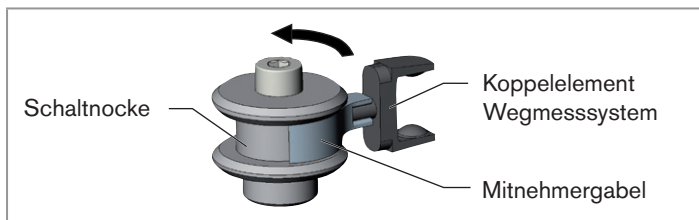

Bild 3: Mitnehmergabel lösen
- Mit einem Schraubendreher die Mitnehmergabel vom Koppel-element des Wegmesssystems entgegen dem Uhrzeigersinn lösen (siehe „Bild 3: Mitnehmergabel lösen“).